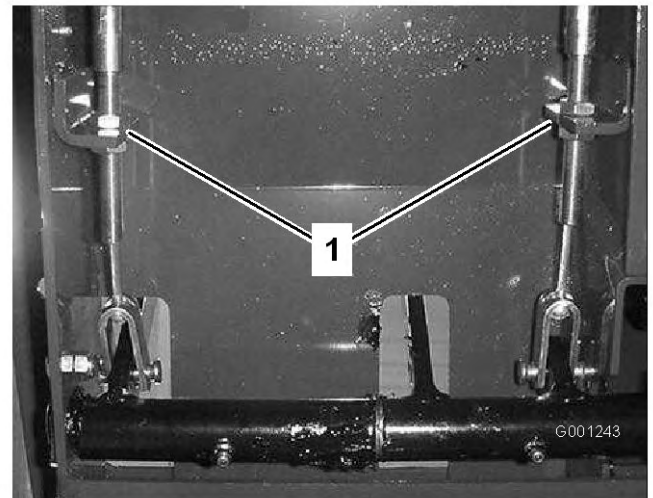

図 63
2. 遊びを減らす (ブレーキを締める) には、ブレーキ・ケーブルのネジ山の前ナットをゆるめ、後ろのナットを締める (図 63)。後ろ